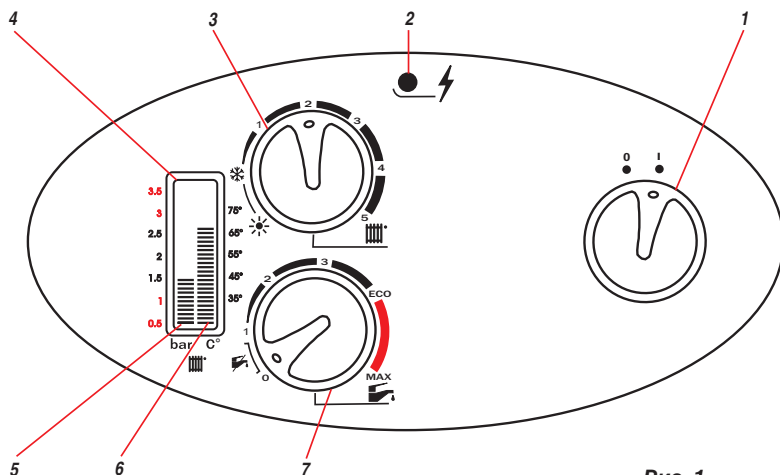

Рис. 1
Панель управления (рис. 1)
На дисплее (4) котла изображаются величины температуры ОВ и величины давления в котле (системе). Величина давления (Бар) ОВ представляет пик изображенного столбика. Эта величина давления ОВ в котле является ориентировочной. Рабочий оптимальный диапазон обозначен красными цифрами. Неоптимальный диапазон работы обозначен черными цифрами. В случае падения давления ОВ ниже 1 Бар, столбик на дисплее (рис. 1/5), сигнализирующий давление ОВ, мигает. Однако, когда давление ОВ понижается ниже 0,5 Бар, одновременно сигнализируется неисправность при символе „молния“ (рис. 1/2). В таком случае, котел отключается и необходимо дополнить ОВ с помощью заливного крана (см. Инструкцию по обслуживанию – Сервис / Обслуживание)
Когда на панели управления после обновления подачи эл.энергии рассветится диод (2/рис. 1) при символе „молния“, проведите операции согласно условий в части Безопасное отключение котла – RESET котла (Инструкция по обслуживанию – Управление и сигнализация).
- регулятор ОВ (3/рис. 1) поверните в положение ЛЕТО – символ „солнышко“;
- на вращательном регуляторе ГВС (7/рис. 1) должна быть величина 1 до МАХ.
- регулятор ОВ (3/рис. 1) поверните в положение 1 до 5,
- на вращательном регуляторе ГВС (7/рис. 1) должна быть установлена величина 1 до МАХ.
- на вращательном регуляторе ГВС (7/рис. 1) должно быть установлено 0,
- регулятор ОВ (3/рис. 1) поверните в положение 1 до 5.